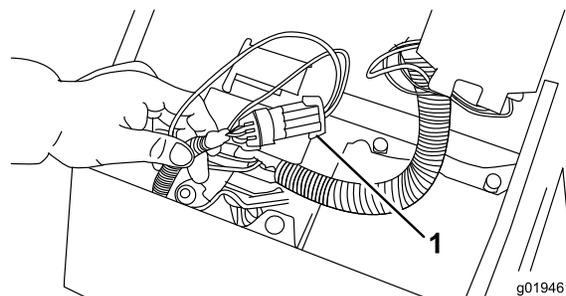

Figura 38
2. Abra la tapa del panel de control. Localice el arnés de cables y el conector del bucle de prueba. Desenchufe con cuidado el conector del bucle de prueba del conector del arnés (Figura 38).